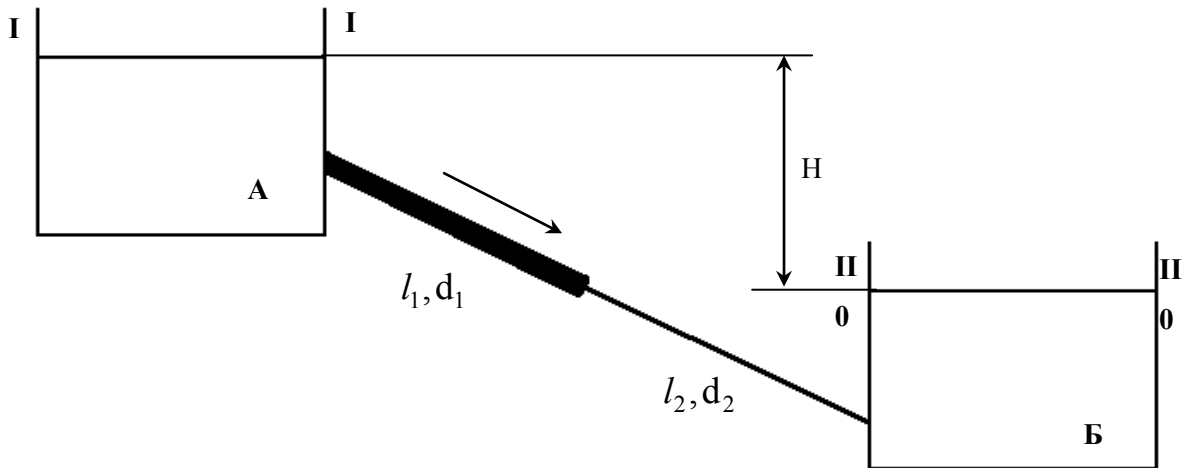

Рисунок 8.1
8.1.8 Із відкритого резервуара А, в якому підтримується сталий рівень рідини, по трубопроводі із двох послідовно з'єднаних труб рідина (вода) перетікає у резервуар Б (рис. 8.1). Різниця рівнів води в резервуарах дорівнює H . Довжина труб l_1, l_2 , а їх внутрішні діаметри d_1, d_2 .
На рис. 8.1 подана розрахункова схема, на якій позначені діаметри та довжина труб, різниця рівнів рідини. Для розв'язання задачі застосовуємо рівняння Бернуллі. Для цього вибираємо площину порівняння 0–0, вона має бути горизонтальною і мати два перерізи по довжині потоку I–I та II–II.